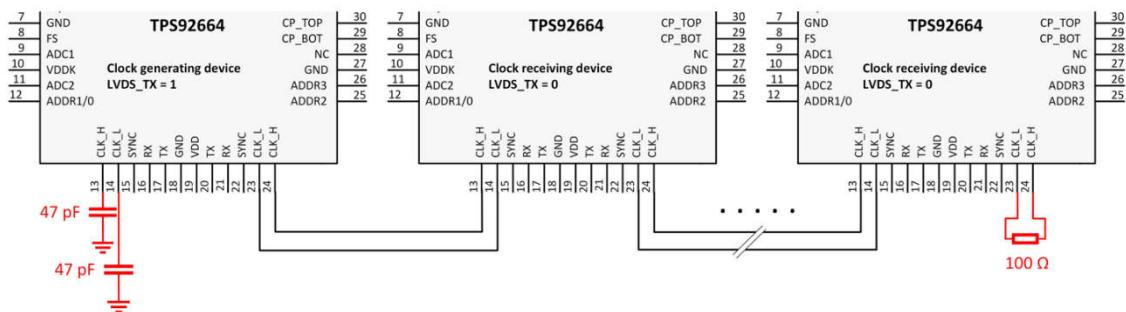

図 3-1. LVDS 終端の簡略図
- 未使用の LVDS ペアは、クロック受信側の最終段デバイスで CLK\_H と CLK\_L 間に  $100\Omega$  を接続して終端し、クロック生成デバイス側では CLK\_H および CLK\_L から GND にそれぞれ  $47\text{pF}$  のコンデンサを接続して終端してください(図 3-1 を参照)。